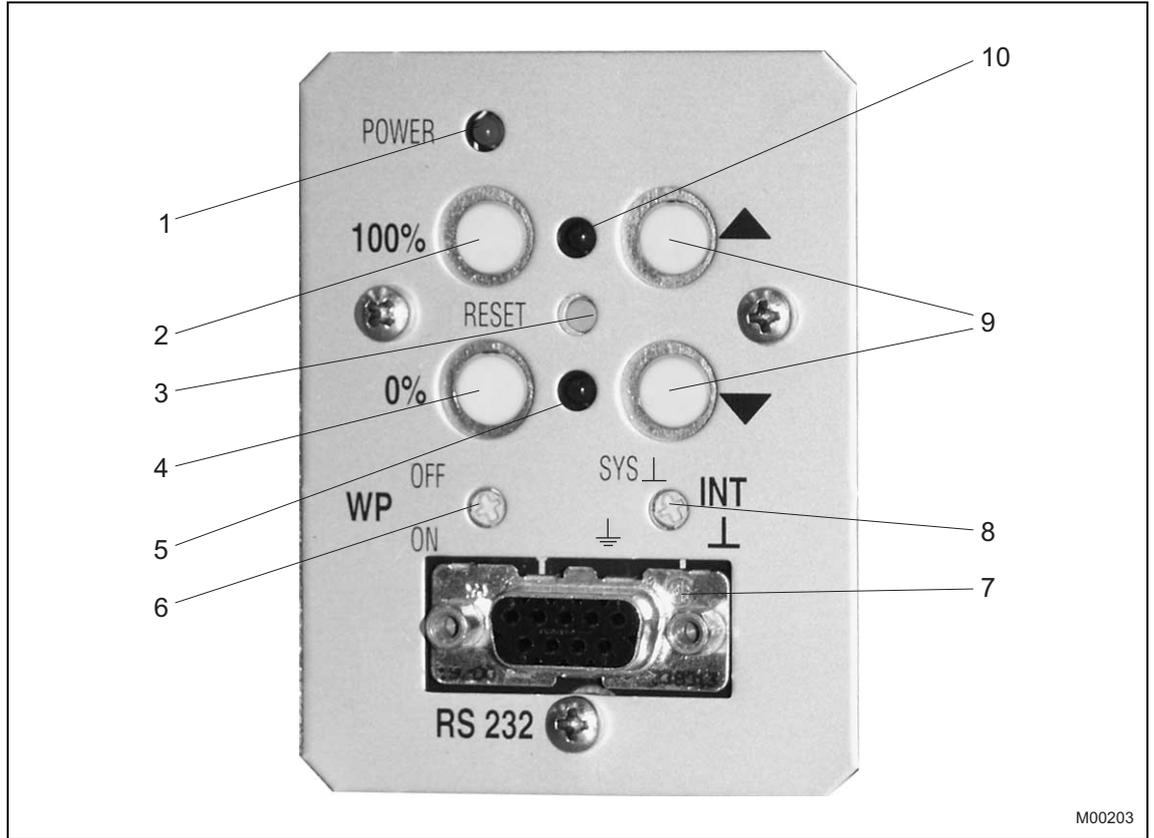

Fig. 20: Champ de service et mise en service
Les LED (pos. 5 et pos. 10, Fig. 20) clignotent à différentes fréquences selon la fonction déclenchée.
- Commuter l'électronique dans l'état de fonctionnement "Ajuster". Pour cela, appuyer simultanément pendant env. 5 s sur les deux touches de déplacement (9) jusqu'à ce que les deux LED (positions 5 et 10 dans Fig. 20) clignotent de manière synchrone à 4 Hz.
Le commutateur de potentiel relie le potentiel de référence au système ou à la terre de protection (voir page 28 Fig. 20 pos. 8).